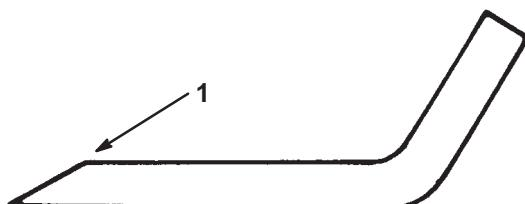

Figure 28
1. Au moyen d'une lime, aiguissez les tranchants aux deux extrémités de la lame (Fig. 28) en veillant à conserver l'angle de coupe d'origine. Limez la même quantité de métal sur chacun des deux tranchants pour ne pas déséquilibrer la lame.